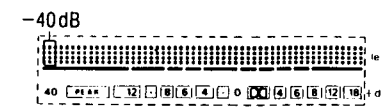

Fig. 10
5. Ajustar RV401 de manera que la parte de segmento -40dB esté medio iluminada. (Ver la Fig. 10.)
7. Repetir los pasos de arriba (2), (3), (4), (5) y (6) y comprobar que ambas partes de segmento -40dB y 0dB estén medio iluminadas.